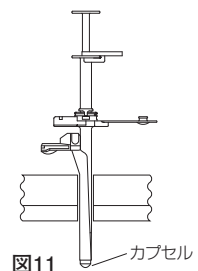
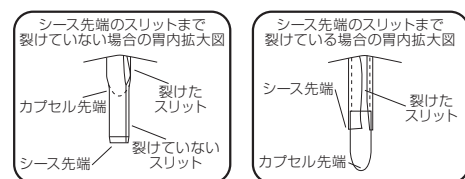

図11
図12
3. 内視鏡下でボタンのカプセル部が胃内に挿入されたことを確認後（図11）、ボタンのカプセル部が胃内から抜けないようにオプチュレタを確実に固定把持し、シースのコネクタを引っ張り、スリットを裂きながらシースを体外へ抜去する。なお、シースの留置状態、ボタンの有効長などにより、ボタン挿入時にシース先端のスリットまで完全に裂ける場合がある。（図12）